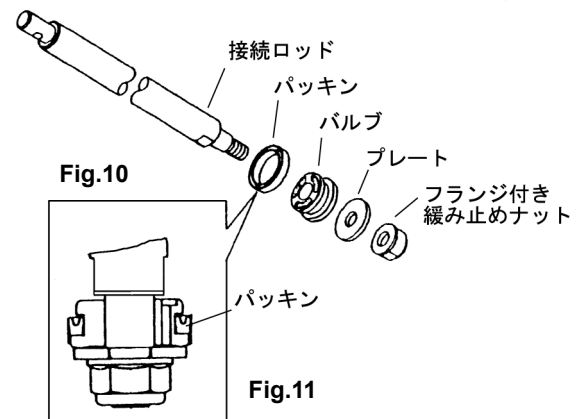

Fig.10
- 4) 取り外した接続ロッドの二方取りとナットにスパナを掛けてネジ戻して取り外し、パッキンを洗浄し摩耗、キズがないか確認してください。(Fig.10)